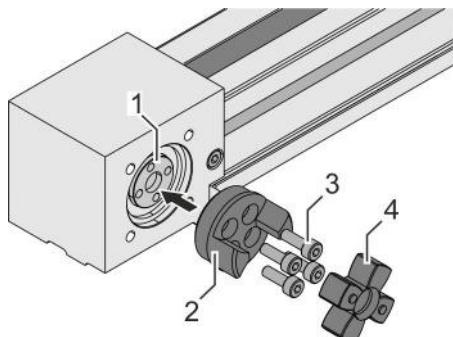

Fig. 22: Montar bujes atornillados
1. ➤ Coloque los bujes atornillados (Fig. 22/2) sobre los ejes de correa dentada (Fig. 22/1) de ambas unidades lineales.
2. ➤ Apriete en cada caso 4 tornillos (Fig. 22/3) en cruz por etapas:
3. ➤ Coloque las coronas (Fig. 22/4) en los bujes atornillados.